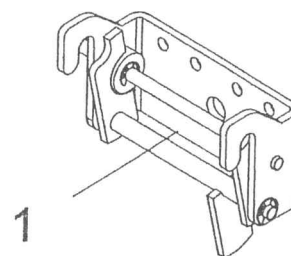
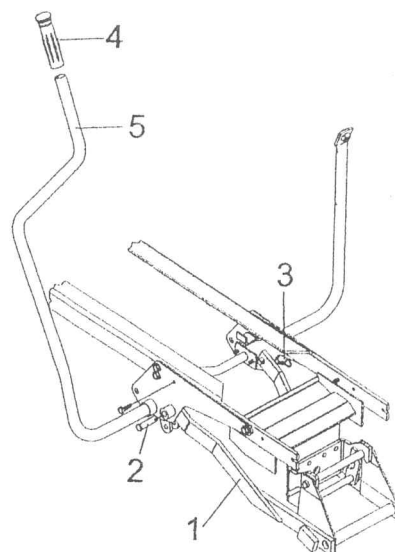

Figure 6
Figure 7
- i) Si votre tracteur n'est pas muni de l'attache avant "Toro Attach-a-Matic" numéro de pièce 100-8716 (voir fig. 6), vous devez en installer une en suivant les instructions de montage incluses avec cette pièce.
- i) Installer la partie avant du sous-châssis (fig. 7, item 1) dans l'attache "Toro" (fig. 6, item 1) et fixer l'arrière avec deux goupilles (fig. 7, item 2) et sécuriser avec deux goupilles à ressort (item 3).
- l) Installer la poignée de plastique (fig. 7, item 4) sur le bras (item 5).